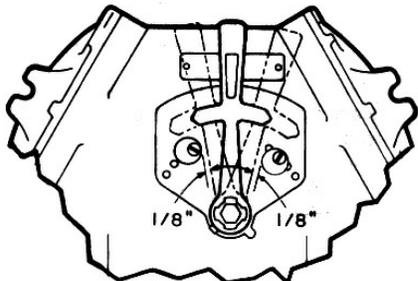

Figura 3
- B. Afloje los cuatro (4) tornillos #10-32 x 3/8" que aseguran la placa de montaje del interruptor automático a la envoltente. Deslice la placa lateralmente (lejos del brazo de operación) y saque la placa de montaje y el interruptor automático.
- D. Reinstale la placa de montaje y el interruptor automático en la envoltente de tal forma que las terminales de carga del interruptor automático queden en el fondo. Apriete los cuatro (4) tornillos de la placa de montaje para proporcionar una buena conexión a tierra entre la placa de montaje y la envoltente.
- F. Verifique el desplazamiento de la manija de operación reajustando las posiciones del desplazamiento en el exterior de la envoltente para que exista un claro máximo de 3,2 mm (1/8") entre las posiciones y la manija de operación, después del movimiento en cualquier dirección (Vea la Figura 3).